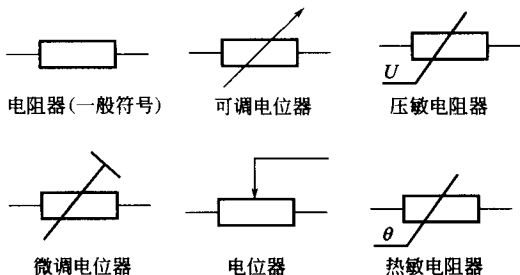
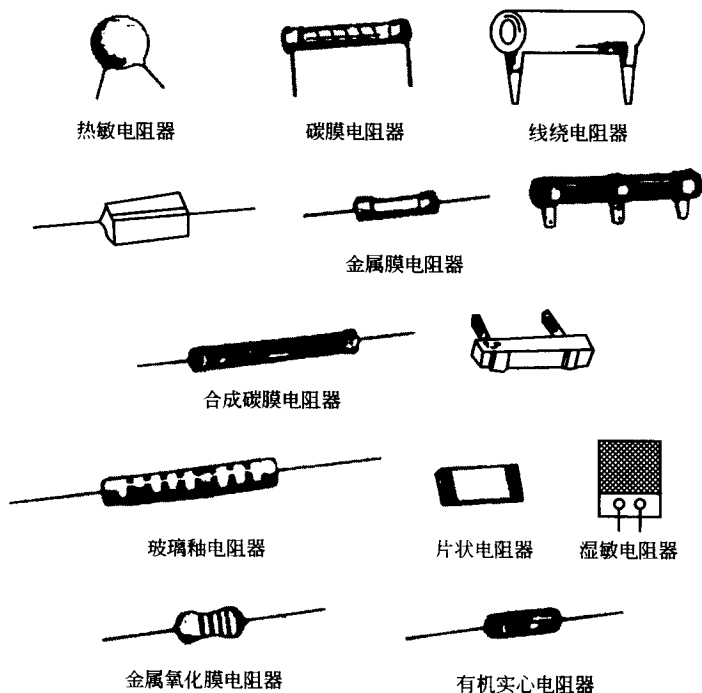
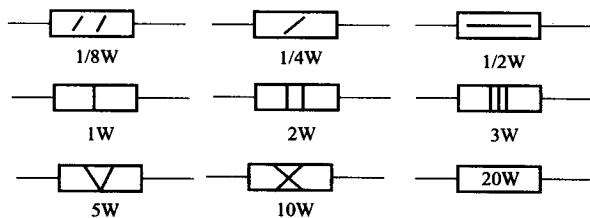

图 1-4 电阻在电路中的图形符号
图 1-5 常用电阻外形
图 1-6 电阻的额定功率标记
(2) 电阻器型号、规格、符号标记
① 电阻器的符号标记、外形及功率标记。电阻在电路中的图形符号如图 1-4 所示，字母代号为 R 。常用电阻外形见图 1-5 所示，电阻器的额定功率标记如图 1-6 所示，单位为 W （瓦）。